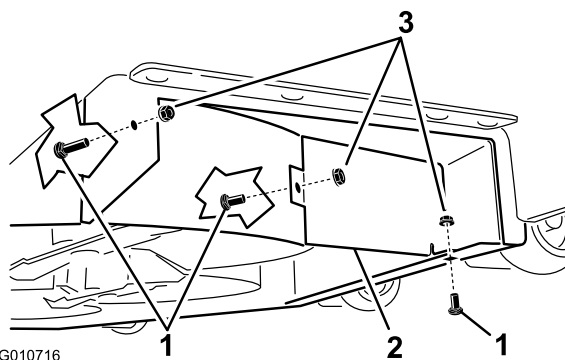

Figure 9
9. Trouvez la protection du déflecteur dans les pièces détachées. À l'aide de deux boulons de carrossier (5/16 x 3/4 pouce) et deux contre-écrous (5/16 pouce) sur le tablier, fixez la protection du déflecteur au déflecteur droit et au tablier de coupe, comme illustré à la Figure 9. Serrez les fixations à la main.